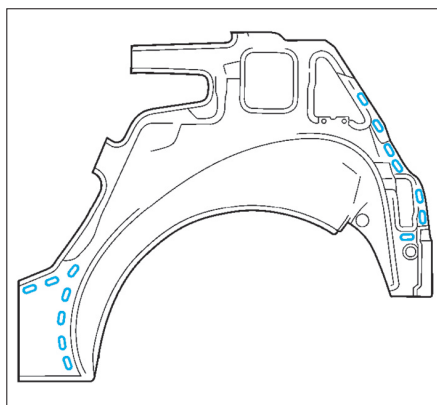

FIG. 83
- Effectuer des trous oblongs de 5 x 18 mm sur la doublure d'aile arrière neuve (Fig.83).